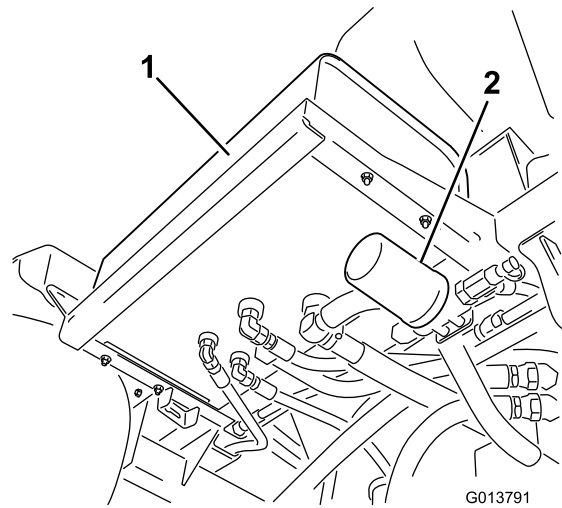
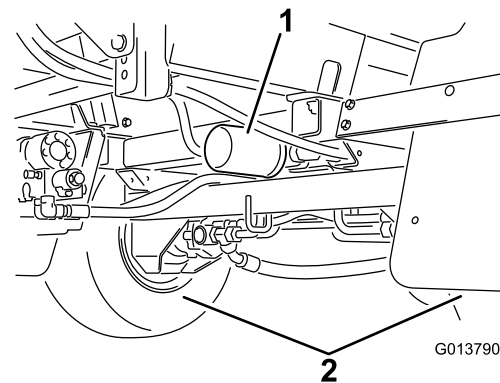

Figure 106
Figure 107
- Localisez les 2 filtres hydrauliques sur la machine (Figure 106 et Figure 107).